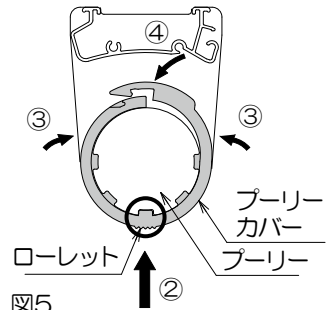

図5
7) プーリーカバーを取付けます。(図5参照)
- ①プーリーカバーを移動した操作チェーン側に、図のような方向で差し込みます。
- ②プーリーカバーのローレット(ギザギザ)を図のように真下にして、プーリーカバーの凸部をプーリーの凹部に合わせ、
- ③図の矢印の方向に力を加えながら
- ④図の矢印の方向(製品正面)から押し込み、プーリーカバーのツメを引掛けて固定します。